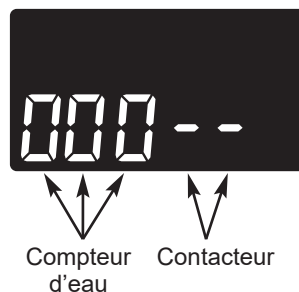

FIG. 53
3. La lettre « P » suivi d'un ou de plusieurs tirets indique le fonctionnement du contacteur de POSITION (consultez la figure 53). Si la lettre apparaît, le contacteur est fermé. Si le tiret apparaît, le contacteur est ouvert.